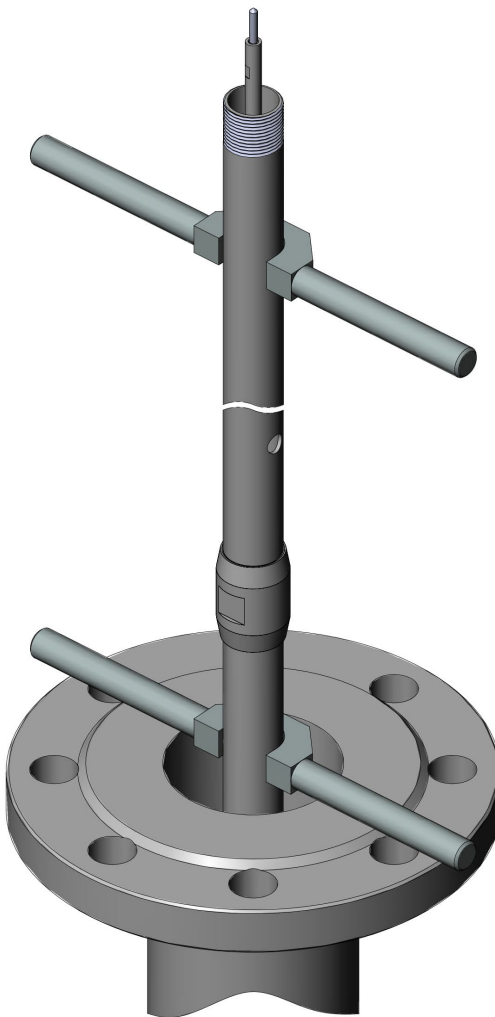

Рисунок 31 - Приспособление в верхней части верхней секции
4.15 Прикрутить блок электронный к зонду (рисунок 31).